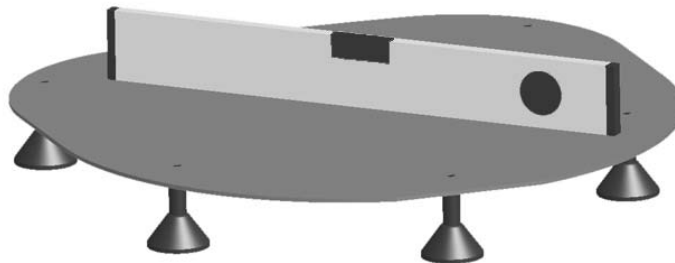

Abbildung 4. Prüfung mit Wasserwaage
6. Prüfen Sie mit einer Wasserwaage, ob die Grundplatte waagrecht aufliegt, wie in gemäß 'Abbildung 4. Prüfung mit Wasserwaage'.